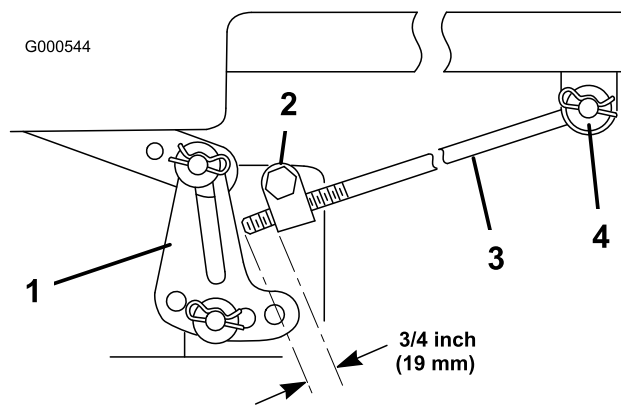

Figura 45
5. Mida la longitud de la varilla que se extiende por delante del bloque de ajuste en cada lado del chasis (Figura 45).
6. Si la longitud de la varilla **no** es 19 mm, retire el pasador y la arandela del extremo de la varilla (Figura 45), y gire la varilla hasta obtener la dimensión de 19 mm.